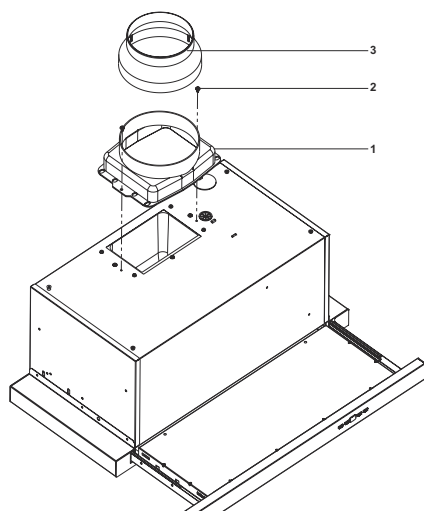

Fig. 11: -
Montar o tubo de exaustão de plástico (1) no produto utilizando os dois parafusos 3,5x9,5 (Fig. 11).
Se necessário, inserir o adaptador de exaustão $\varnothing 150/120$ mm na saída do mesmo (Fig. 11).